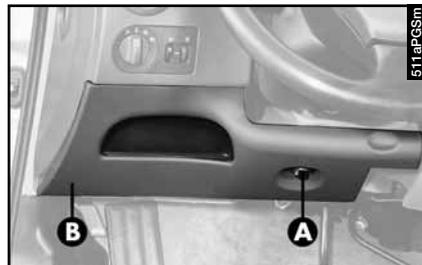

fig. 84
Pour y accéder, dévisser le bouton (A-fig. 84) et abaisser le panneau (B).